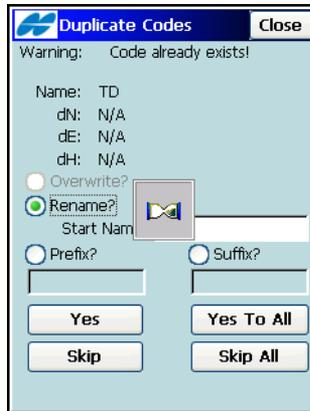

Abbildung 5-25. Doppelte <Objekte>
10. Wenn die Namen exportierter Objekte mit den Namen von Projektobjekten übereinstimmen, wird der Dialog ***Doppelte Objekte*** geöffnet, um den Verlust von Punkten, Straßen oder Punktlisten zu verhindern (Abbildung 5-25 auf Seite 5-19).